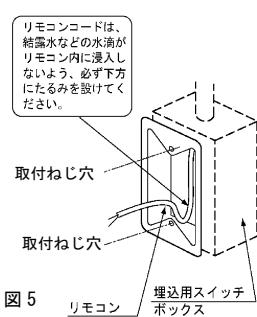

図 5
- リモコンコードを電線管に通し、貯湯ユニットまで配線してください。（図 5）